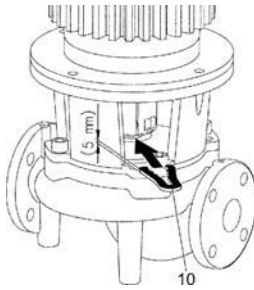

Fig. 19: Montering af monteringsgaffel
- Skub monteringsgafflen (Fig. 19, pos. 10) ind mellem lanternen og koblingen. Monteringsgafflen skal sidde uden slør.
- Skub monteringsgaflen (Fig. 19, pos. 10) ind mellem lanternen og koblingen. Monteringsgaflen skal sidde uden slør.